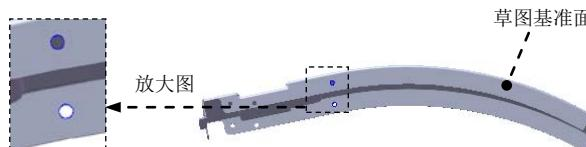

图 14.2.36 切除一拉伸 4
Step12. 创建图 14.2.36 所示的切除一拉伸 4。
(1) 选择命令。选择下拉菜单**插入(I)** \rightarrow **切除(C)** \rightarrow **拉伸(E)...** 命令。
(2) 定义特征的横断面草图。
① 定义草图基准面。选取图 14.2.36 所示的表面作为草图基准面。